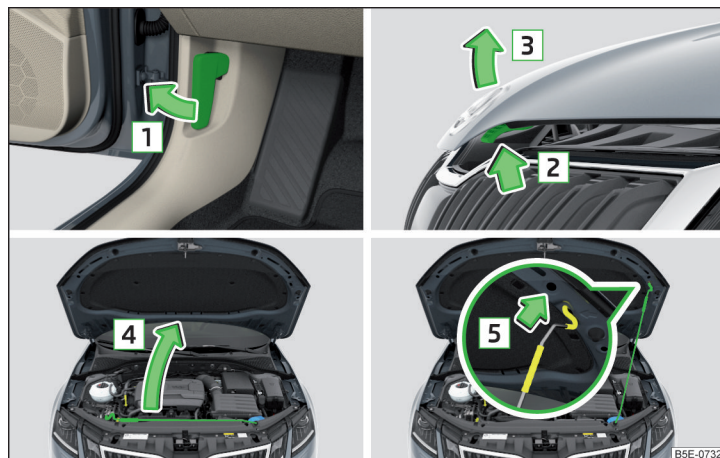

Fig. 307 Deschiderea capotei
- Deschideți portiera din față și trageți de maneta de deblocare aflată sub planșa de bord în sensul săgeții 1 » fig. 307.